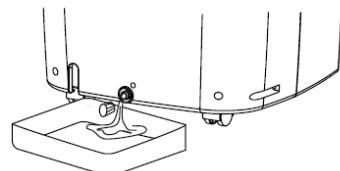

Fig. 7
- Desligue o aparelho e retire a ficha. Para esvaziar o depósito de água retire o tampão de escoamento de água na parte inferior do aparelho e deixe a água sair para um recipiente. Quando voltar a ligar o aparelho, este funcionará normalmente (fig.7).